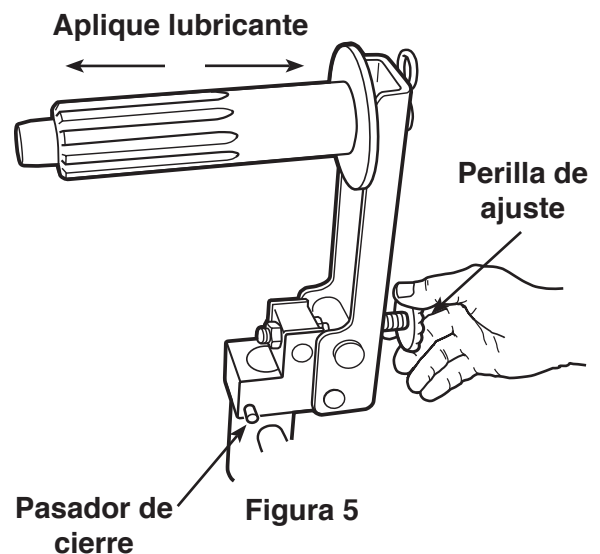

Figura 5
1. Aplique una pequeña cantidad de lubricante al área del eje ranurado que se muestra en la Figura 5.